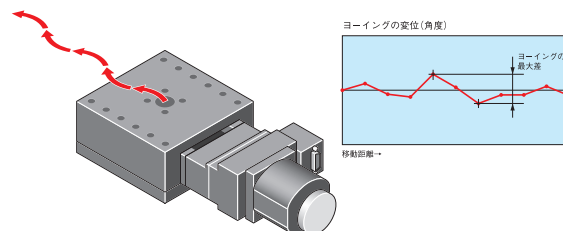

図3-9 ヨーイング
3.9 ヨーイング [JIS B 6191-1993準拠] [図3-9]